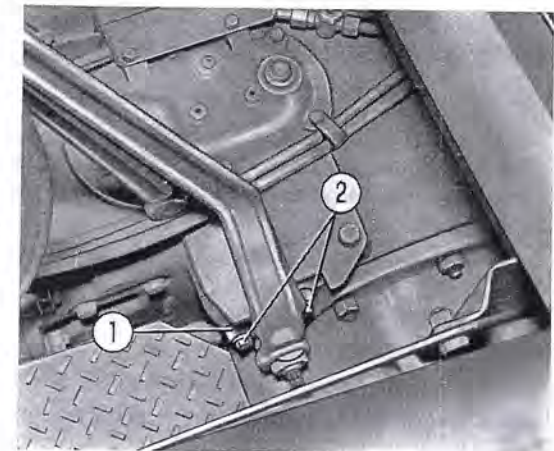

Fig. 22. - Bride de réglage de la course d'embrayage de direction (côté gauche).
- Otez les vis de la bride de réglage (2, fig. 22).